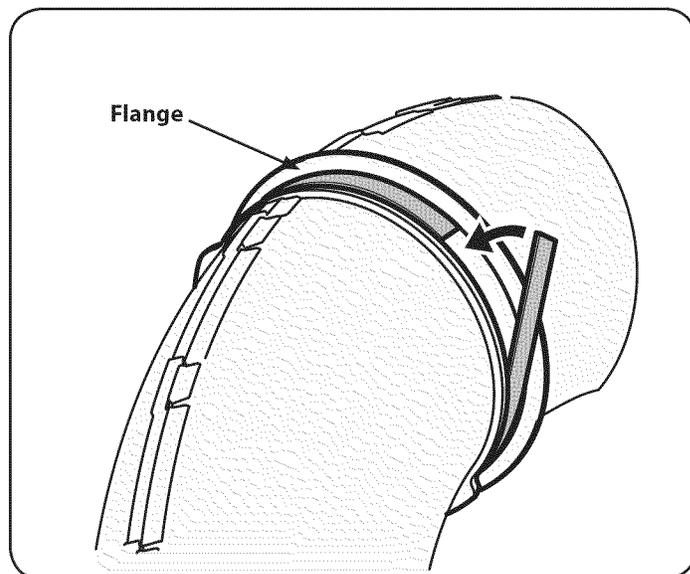

Figure 49
1. Despegue el respaldo de la tira de espuma autoadhesiva (721-04388) que ha sido incluida dentro de su cartón de contenido. Aplique a la tolva superior, al ras contra el reborde como se muestra en la Figure 49.